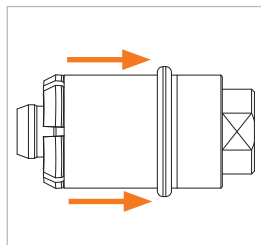

Abbildung 2
- ▶ Ziehen Sie die Griffhülse (Pos. 1) des Adapters nach hinten (Abbildung 2). Der Adapter wird geöffnet.